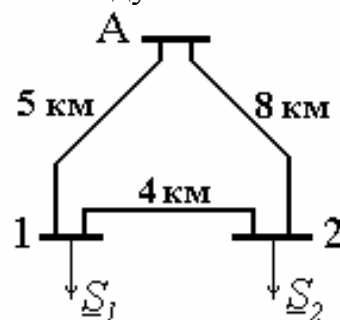

Рис. 71. Схема сети к задаче 54
**Задача 54.** Потребители электрической энергии получают электроэнергию по замкнутой сети 10 кВ (рис. 71). Сеть выполнена воздушными линиями с алюминиевыми проводами. *Выбрать* сечения проводов ВЛ до допустимой потери напряжения ( $\Delta U_{\text{доп}} = 8\%$ ), стремясь к минимальному расходу цветного металла. *Выполнить проверку* по нагреву и по потере напряжения в послеаварийных режимах. Мощности нагрузок равны:  $\underline{S}_1 = 500 + j300$  (кВ·А),  $\underline{S}_2 = 800 + j400$  (кВ·А).